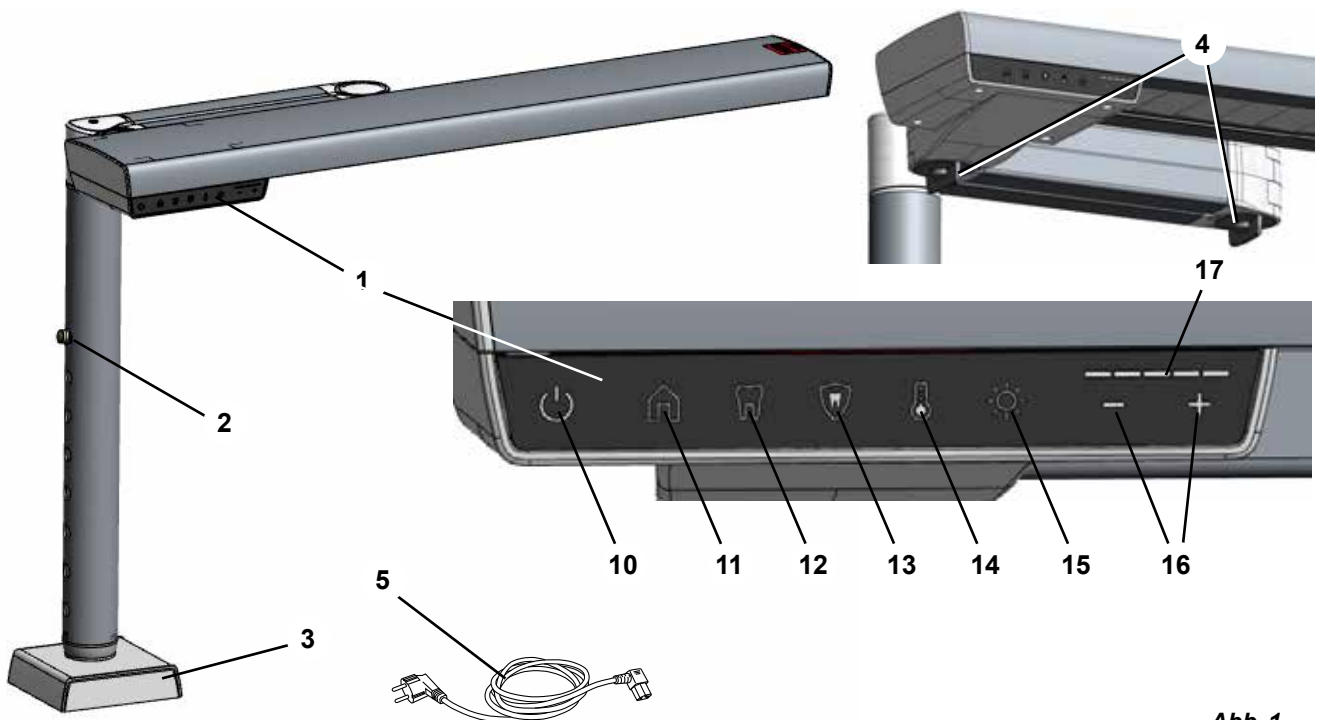

Abb. 1
- ⇒ Arretierung der Höhenverstellung (2, Abb. 1) eindrücken und Innenrohr am Sockel bis zur maximalen Position herausziehen.
Um den geeigneten Befestigungsort zu ermitteln, lösen Sie die Gelenkarretierung (4, Abb. 1) und prüfen Sie, dass Sie die Arbeitsplatzleuchte in die zuvor beschriebene, optimale Position (Kap. 4.2.1) bewegen können.
- ◆ Die Taste Helligkeit (15, Abb. 1) wird beleuchtet.
- ◆ In der Intensitäts - Anzeige (17, Abb. 1) wird der aktuelle Wert der Helligkeit angezeigt.